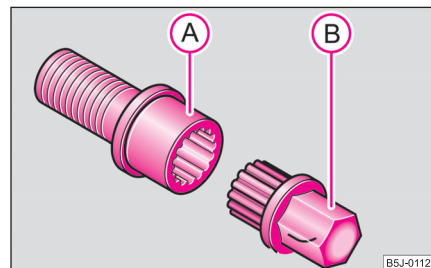

Abb. 164 Sicherheitsradschraube mit Adapter
- Stecken Sie den Adapter (B) mit seiner verzahnten Seite bis zum Anschlag so in die innere Verzahnung der Sicherheitsradschraube (A), dass nur noch der äußere Sechskant herausragt ⇒ Abb. 164.
- Stecken Sie den Radschlüssel bis zum Anschlag auf den Adapter (B).